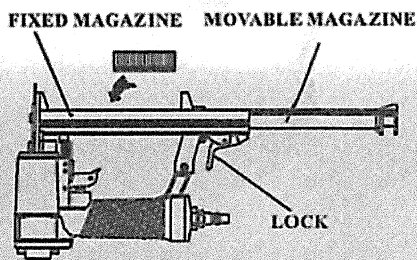

Figure 3
- Entsperren Sie FEEDERLOCK (#56) zu und ziehen Sie den mobilen Teil des Ladegeräts (#54) vollständig heraus, wie in Abbildung 3 dargestellt.
- Depress the LOCK (#56) to release the MOVABLE MAGAZINE (#54) and pull the magazine out fully as shown in Figure 3.
- Débloquer le FEEDERLOCK (#56) et tirez sur la partie mobile du chargeur (#54) complètement tel qu'illustré à la Figure 3.